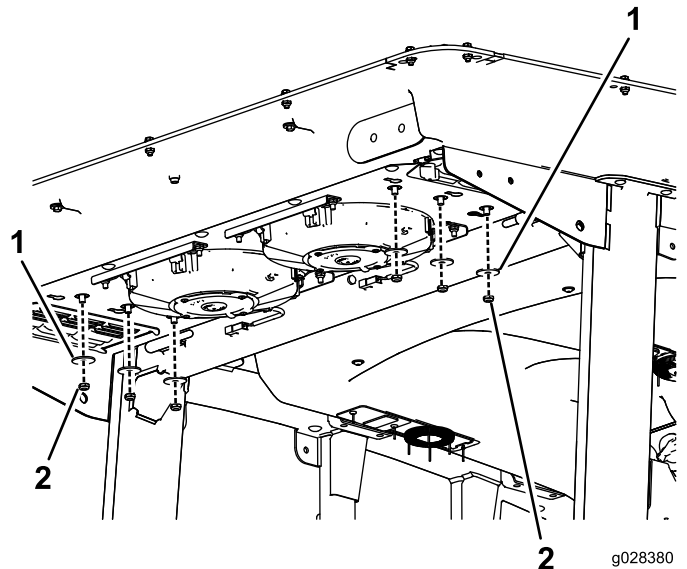

Bild 87
2. Entfernen Sie die sechs Schrauben und Muttern von der Unterseite des Kabinendecks (Bild 87).